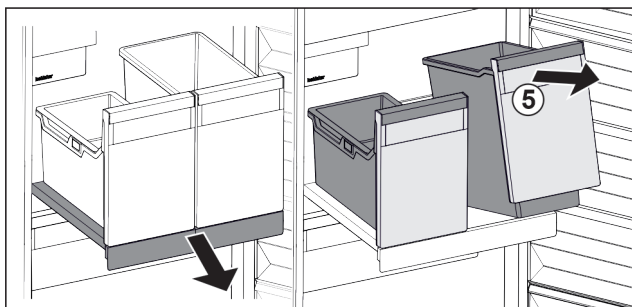

Fig. 100
- Nádobu Fig. 100 (5) vpředu nadzvedněte.